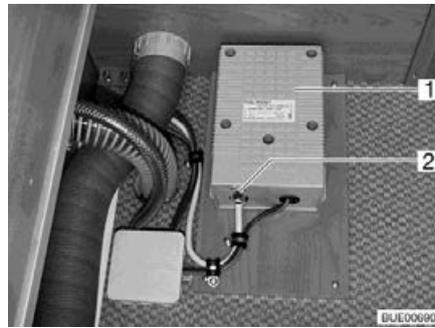

Bild 220 Trafo für elektrische Fußbodenerwärmung
Wenn der Trafo (Bild 220,1) überlastet wird, spricht der Überlastungsschutz an. Der Stift (Bild 220,2) springt heraus.
- Den Stift (Bild 220,2) am Überlastungsschutz eindrücken, wenn der Trafo abgekühlt ist.